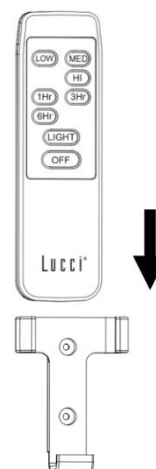

Fig. 12b
2. uif de afstandsbediening in de houder. (Afb. 12b)